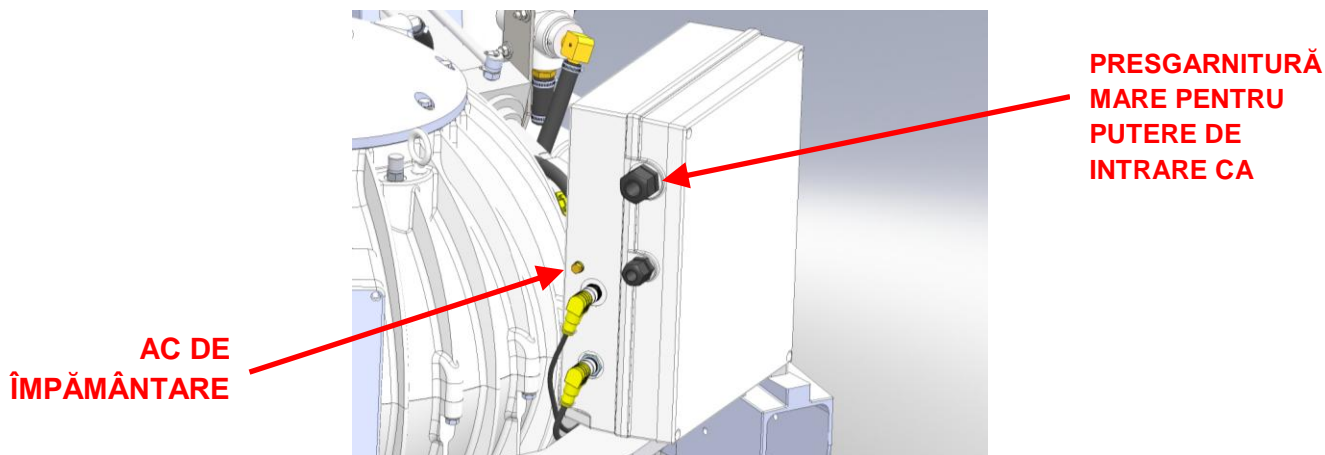

FIGURA 2 – PRESGARNITURĂ PUTERE DE INTRARE SIMILARĂ CU CEA A CUTIEI COMPACTE DE ACȚIONARE MECANICĂ (Cablul nu este indicat)
- iv. Nu conectați nimic la acul de împământare indicat în Figura 2. Cutia compactă de acționare mecanică este legată la pământ prin șuruburi de fixare direct la clama din față a Giroscopului.